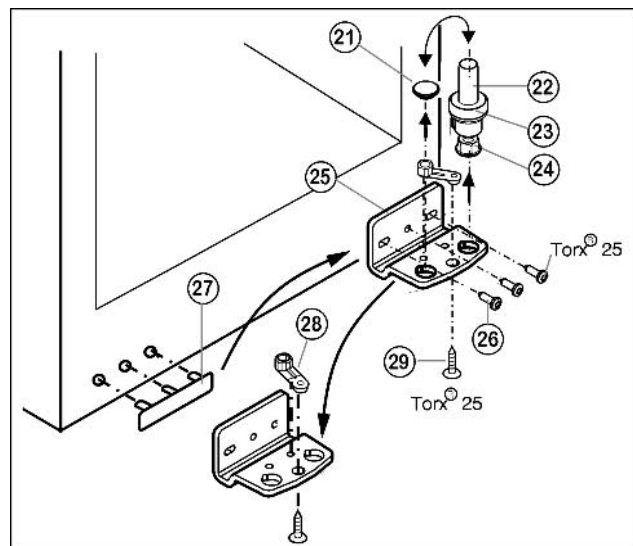

Fig. 5
- Ložiskový čep Fig. 5 (22) včetně podložky Fig. 5 (23) a seřizovací nožky Fig. 5 (24) vytáhněte nahoru.
- Zátku Fig. 5 (21) odstraňte.
- Stojan ložiska Fig. 5 (25) odšroubujte Fig. 5 (26).
- Ložiskový díl Fig. 5 (28) odšroubujte Fig. 5 (29) a přemístěte jej do protilehlého upínacího otvoru stojanu ložiska, pak ho znovu pevně přišroubujte.
- Krytku na straně madla Fig. 5 (27) opatrně vytáhněte a přemístěte na druhou stranu.
- Stojan ložiska Fig. 5 (25) na nové straně závěsu zase přišroubujte příp. pomocí akumulátorového šroubováku (momentem 4 Nm).
- Zátku Fig. 5 (21) zase vložte do druhé díry.
- Ložiskový čep Fig. 5 (22) včetně podložky a seřizovací nožky zase nasadte. Přitom dávejte pozor, aby zajišťovací vačka směřovala dozadu.
- Dveře nasadíte shora na spodní ložiskový čep Fig. 5 (22).
- Dveře případně pomocí obou podélných děr ve spodním stojanu ložiska Fig. 5 (25) vyrovnejte tak, aby licovaly se skříní přístroje. Vyšroubujte prostřední šroub.